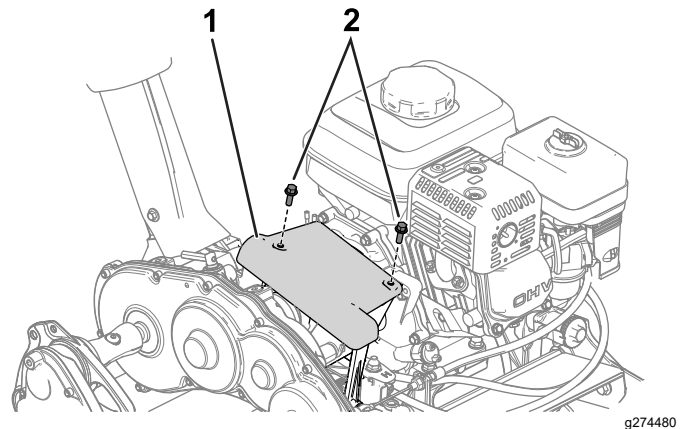

Bild 29
1. Durch Entfernen des Kupplungsdeckels (Bild 29) können Sie auf die Reibscheibe und die Druckplatte zugreifen.